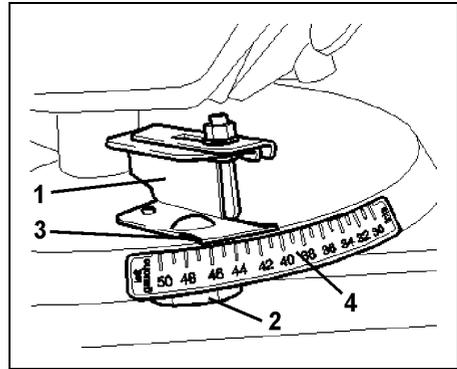

Fig. 47
- Die eingestellte Grenzstreuschaufel (Fig. 47/1) mittels Flügelmutter (Fig. 47/2) auf der Streuscheibe montieren.
- Die Ablesekante (Fig. 47/3) auf den Zahlenwert "50" (Grenzstreuen) bzw. "50" (Randstreuen) (gilt nur für das aufgeführte Beispiel) an der Skala (Fig. 47/4) einstellen und die Flügelmutter (Fig. 47/2) wieder fest anziehen.